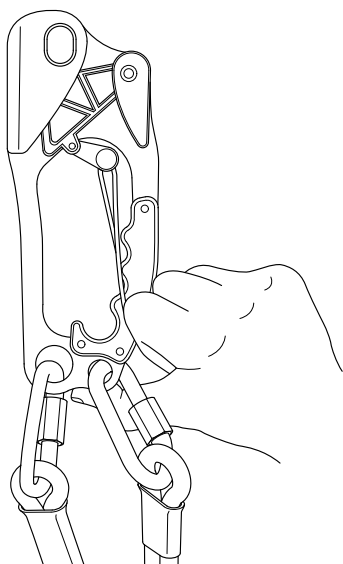

FIG. 1
1. Segure o dispositivo e recolha para trás o braço de mola e a fixação da corda (Fig. 1)